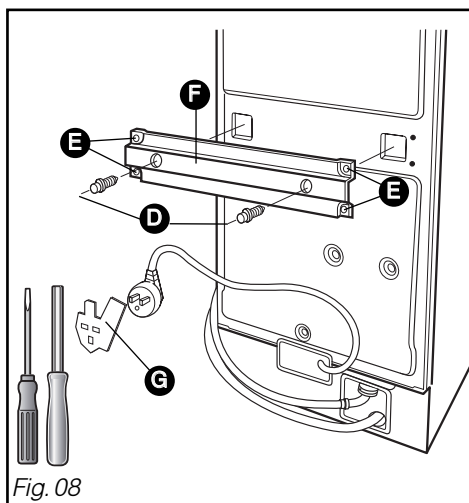

Fig. 08
- Dévissez les 2 vis **D** et les quatre vis **E** à l'aide d'une clé à tube de 10 ou d'un tournevis plat (Fig. 08).